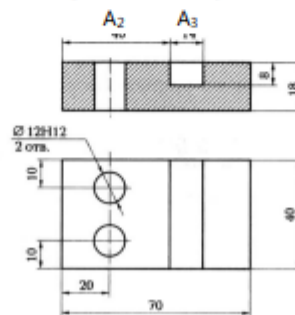

Рисунок 8.1 A₁ з детали
2. изобразите эскиз детали (см. рисунок 8.1);